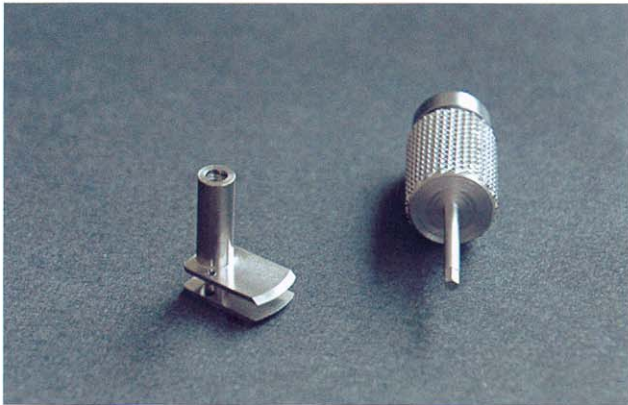

Abb. 2: Bonespreader für größere bzw. längere Areale.
**E**s bietet ganz unabhängig vom Implantatsystem einerseits die Möglichkeit, den horizontal atrophierten Kieferknochen in sehr schmalen Segmenten mit schraubenförmigen und mit aufsteigenden Durchmessern vorhandenen Spreadern aufzudehnen (Abb. 1) und auf der anderen Seite stehen auch flächige Bonespreader für größere bzw. längere Areale zur Verfügung (Abb. 2). In beiden Fällen kann der Knochen um 4 bis 5 mm aufgedehnt werden, gleichzeitig erfolgt beim Ein-